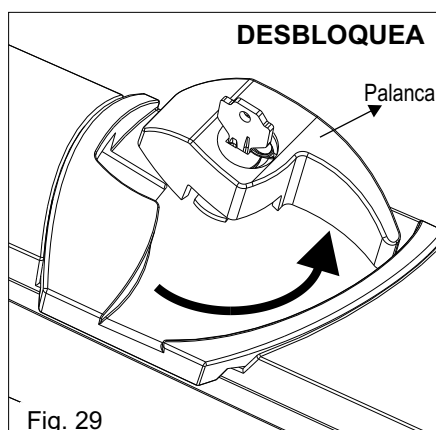

Fig. 29
- 3) Rodear la palanca en sentido anti-horario para desbloquear el actuador (fig.29).